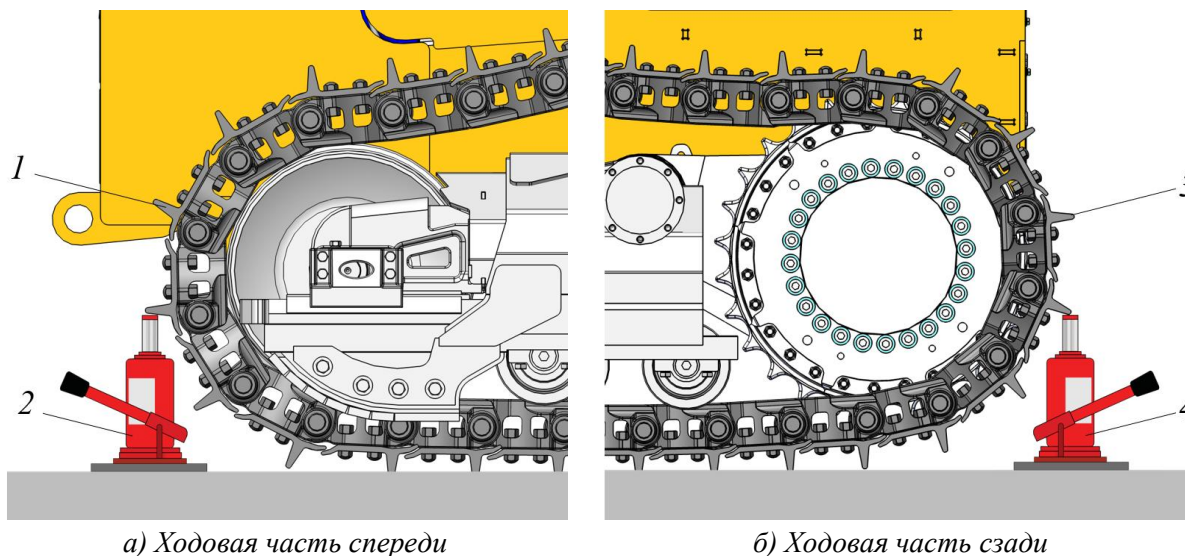

Рисунок 3.156. Установка гидравлического домкрата
- Установить гидравлический домкрат 2 спереди машины под башмак гусеницы 1, рис. 3.156, а).
- Установить гидравлический домкрат 4 сзади машины под башмак гусеницы 3, рис. 3.156, б).